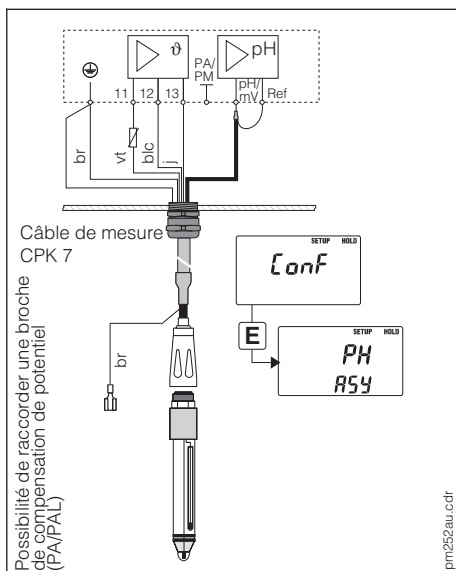

Fig. 4.7 Raccordement asymétrique haute impédance de l'électrode de pH
- pas de compensation de potentiel - raccordement asymétrique (fig. 4.7)